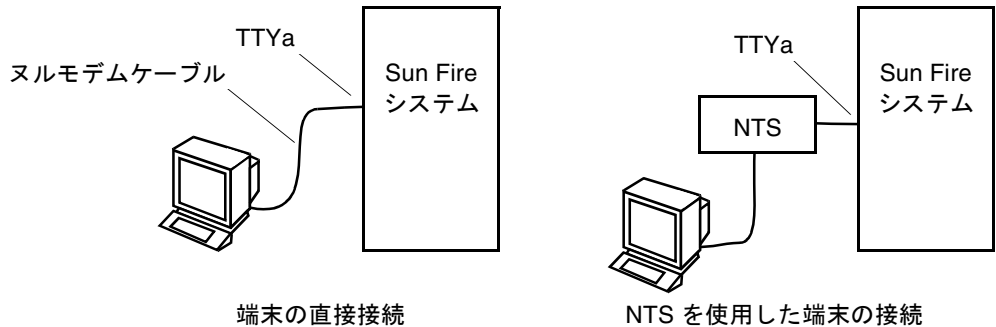

図 5-3 シリアルケーブルの接続
2. シリアルケーブルのもう一方の端を、選択した ASCII 端末または NTS サーバーに接続します (図 5-3)。